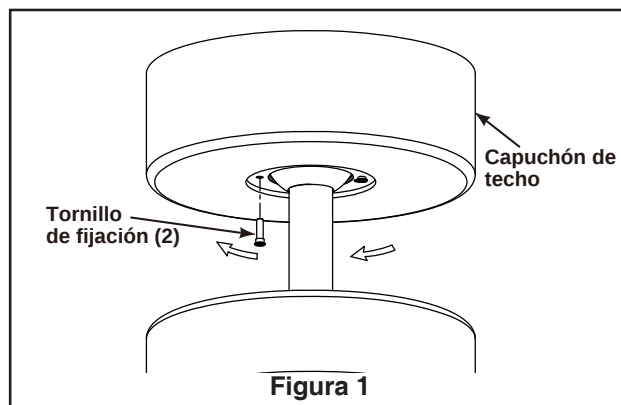

Figura 1
- ☐ 1. Retire uno de los dos tornillos de reborde de la abrazadera para colgar. Afloje el segundo tornillo de reborde sin retirarlo del todo. Ensamble la base girando el chavetero de la base sobre el tornillo de reborde de la abrazadera para colgar. Ajuste el tornillo de reborde. Ensamble por completo el segundo tornillo de reborde que antes había retirado y ajústelo. (Figura. 1)
- ☐ 1. Extraiga uno de los tres tornillos del soporte ubicado en la parte inferior de la unidad del motor. Afloje levemente los otros dos tornillos. Instale la inferior de la carcasa en el soporte utilizando las dos ranuras principales inferior de la carcasa. Vuelva a colocar el tercer tornillo y asegure los tres tornillos. (Figura 1)